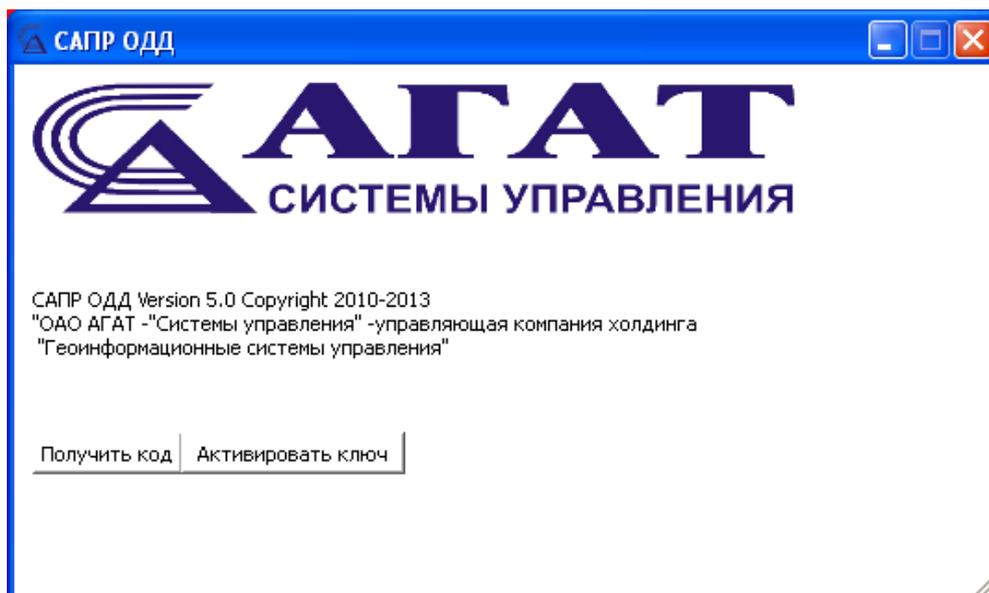

Рисунок 12
При этом на экране монитора отобразится окно "САПР ОДД" (рис. 12).
4) При нажатии кнопки Получить код запускается процедура получения индивидуального кода для ПЭВМ (см. рис. 12);
7) Запустить программу нажатием левой кнопкой "мыши" на пиктограмму "САПР ОДД" в меню "Пуск" или на рабочем столе и нажать кнопку | Активировать ключ | (см. рис. 12);